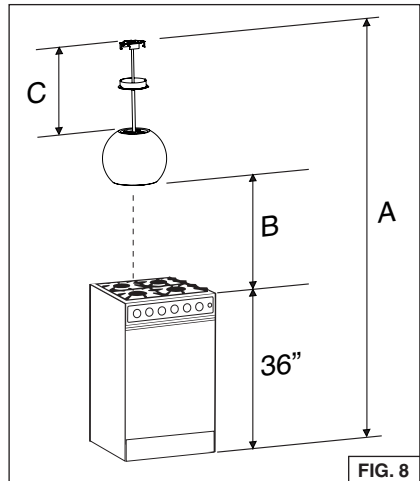

FIG. 8
3. Ajuste la altura de la varilla de acuerdo con la altura del techo y la distancia deseada sobre la estufa. Consulte el cuadro y la Fig. 8.